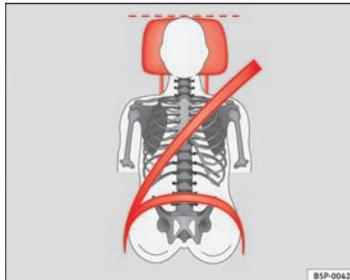

Abb. 12 Richtiges Gurtbandverlauf und richtige Kopfstützeinstellung von vorne betrachtet
- Das Schultergurtteil des Sicherheitsgurtes muss über die Schultermitte und niemals über den Hals verlaufen. Der Sicherheitsgurt muss flach und fest am Oberkörper anliegen ⇒ Abb. 12.